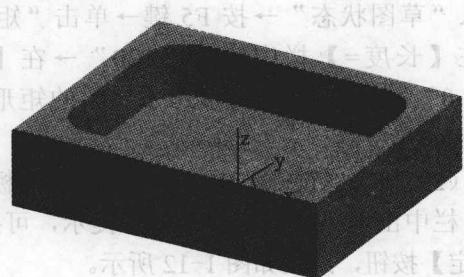

图 1-17
(5) 单击“真实感显示”图标 \rightarrow 结果如图 1-17 所示，单击“相关线”图标 \rightarrow 在立即菜单中选取【实体边界】 \rightarrow 按图 1-18 所示，拾取型腔边界线。